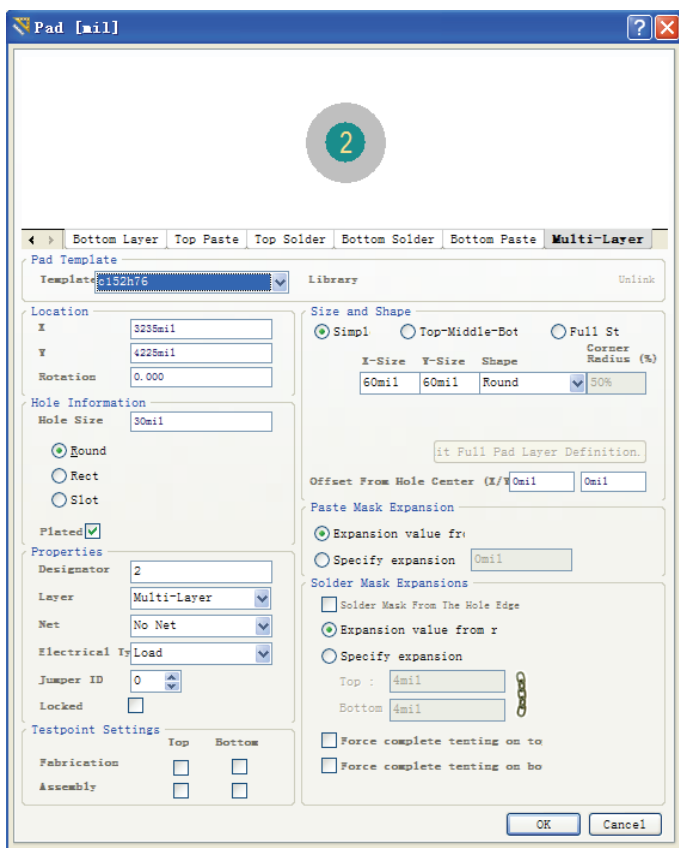

图 10-8 焊盘设置对话框
(3) 按 **Tab** 键，则弹出焊盘设置对话框，如图 10-8 所示。
在图 10-8 中用户可以对焊盘的孔径大小、旋转角度、位置坐标、焊盘标号、工作层面、网络标号、电气类型、测试点、锁定、镀锡、焊盘形状、尺寸与形状、锡膏防护层和阻焊层尺